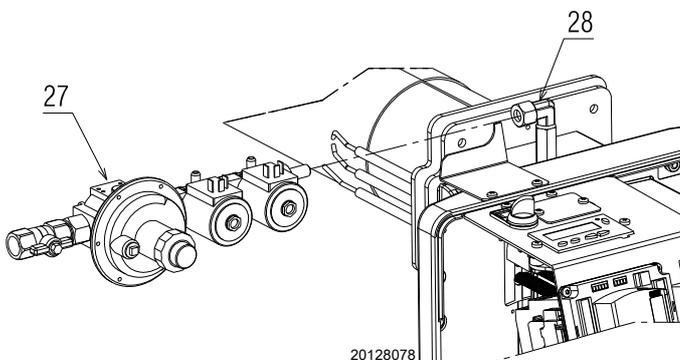

图 16
- 将点火枪燃气阀组 27) (图 16) 插到连接器 28) 上，并拧紧螺母。